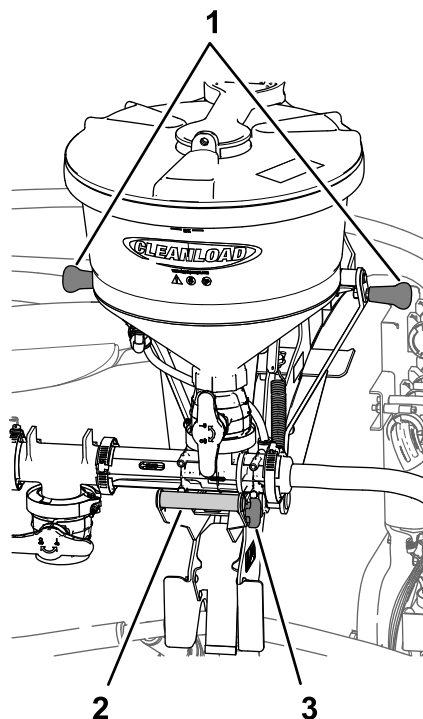
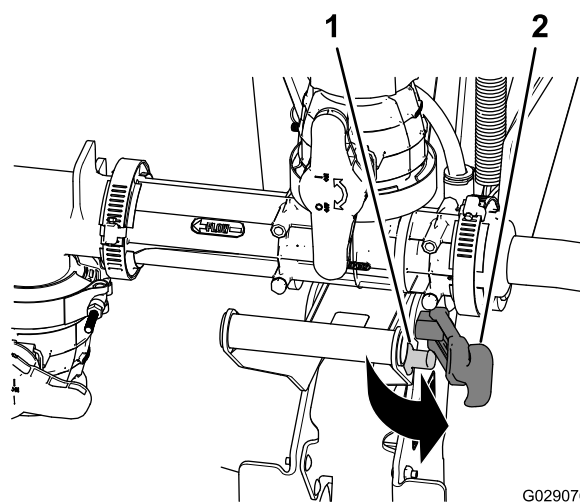
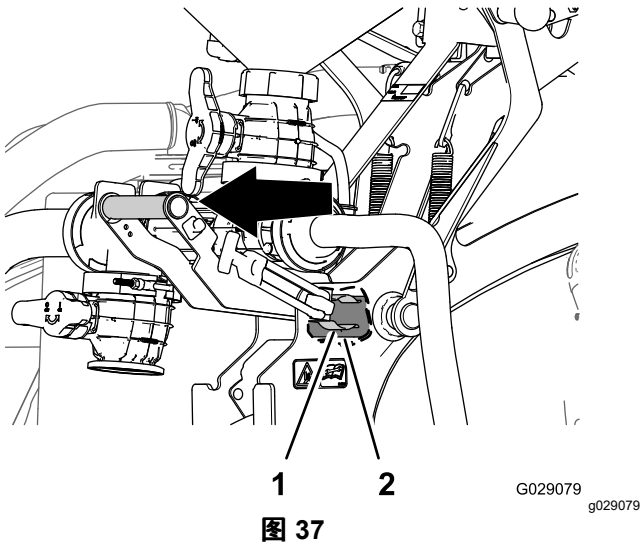
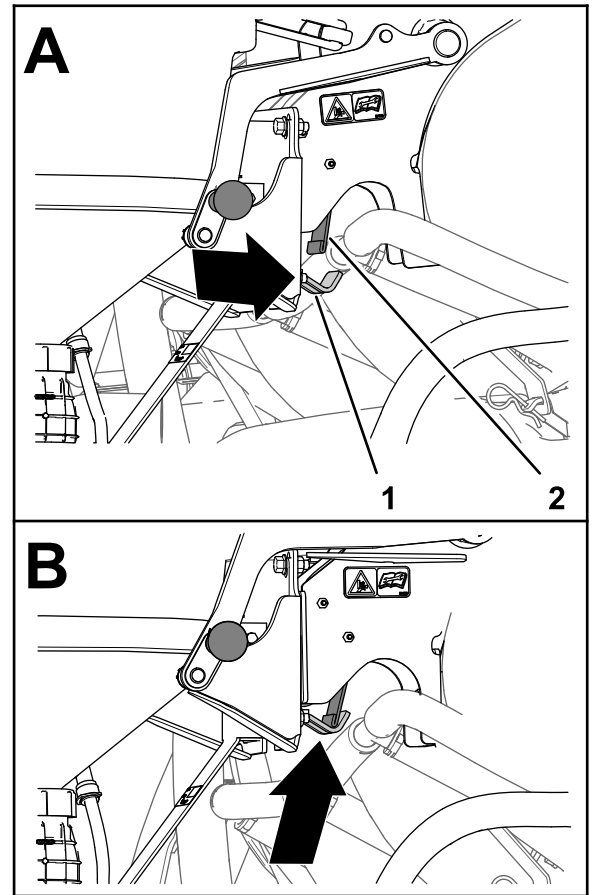

图 35
图 36
图 37
图 40
1. 抓住清洁加药器手柄然后将门锁手柄从门锁杆上拉出图 35 和图 36。
2. 除了清洁加药器手柄外还要握住托架顶部的清洁加药器手柄然后将清洁加药器手柄拉出直到弹簧夹从枢轴管上松开为止图 35 和图 37。
5. 当背板的闩锁位于弹簧板图 40 的 A 下方时向内旋转清洁加药器手柄以使闩锁的挂钩部分在弹簧板图 40 的 B 后面对齐。
1. 除了清洁加药器手柄外还要握住托架顶部的手柄然后将清洁加药器手柄向外拉直到门锁的挂钩部分与弹簧板的外面对齐图 37和图 40。
4. 推入清洁加药器手柄使挂钩升至门锁杆的位置并且弹簧夹完全围绕在枢轴管周围图 37。
5. 将门锁手柄拉到门锁杆上图 36。